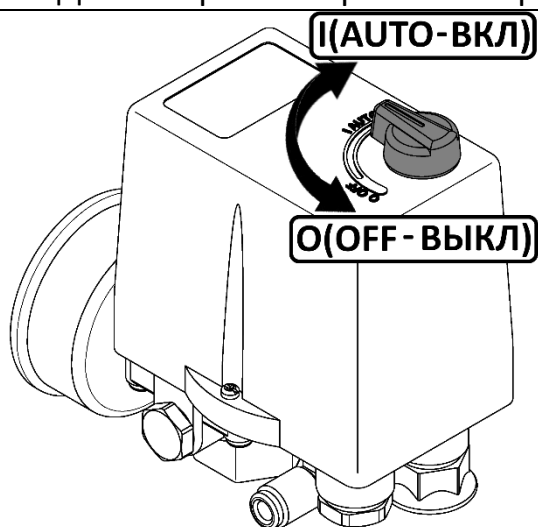

Рисунок 2
- Проверьте, чтобы выключатель на прессостате находился в выключенном положении "OFF" (см. рисунок 2).
- Выключить компрессор выключателем на прессостате. Для этого необходимо переключить выключатель в положение "OFF" (см. рисунок 2). После этого остановится электродвигатель и произойдет сброс давления из нагнетательного воздухопровода и поршневого блока.
Для пуска компрессоров СБ4/Ф-500.LT100, СБ4/Ф-500.LT100/16-7.5 после срабатывания защиты выполните следующие действия: после того, как двигатель остынет до допустимой температуры, переключите выключатель на прессостате в положение "OFF" (см. рисунок 2), а затем включите компрессор, переключив выключатель в положение "AUTO".